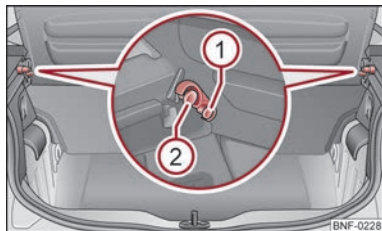

Bild 39 Demontera/installera bagagerumsskydd
- För att fälla upp bagagerumsskyddet, lyft upp det och tryck in det i sidofästena ① ⇒ bild 39.